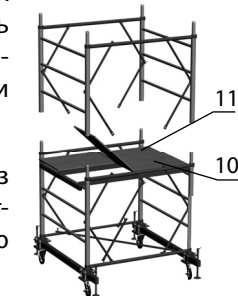

рис. 3
- Установить настилы с люком (10) и без люка (11) на верхние перекладки лестниц и аналогично собрать следующую секцию (рис. 3).